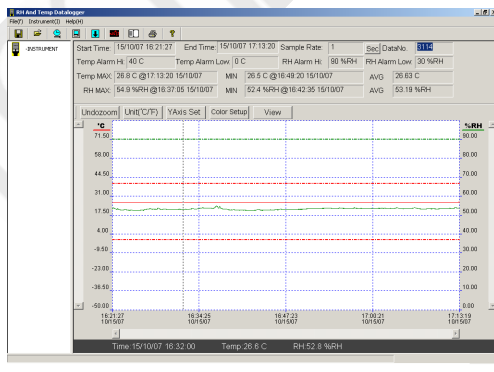

fig.20
- Após o aparelho descarregar todos os dados é exibido um gráfico com os valores da temperatura e umidade. (fig.20)